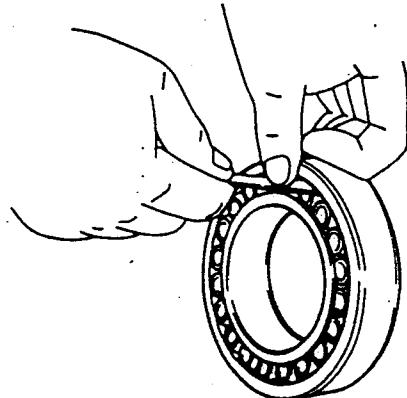

図4
- (1) 軸受は取付け直前に解包し、ごみが入らないように注意する。
- (2) グリース潤滑の場合はそのまま取り付けてもよいが、防せい油が多量に付着している場合には布などで拭き取るか、あるいは洗浄する。
- (3) 油潤滑の場合には、清浄なベンジン 又は白灯油で防せい油を除去することが望ましい。
- (4) アダプタ付軸受は取付け前のラジアルすきまを確認する。すきまを確認するときは、軸受を水平な場所に置き軸受最上部のころと外輪軌道面との間にすきまゲージを挿入して測定する(図4)。このときすきまゲージを無理に入れたり、軸受を回すことは実際のすきまより大きく測定されるので注意する。